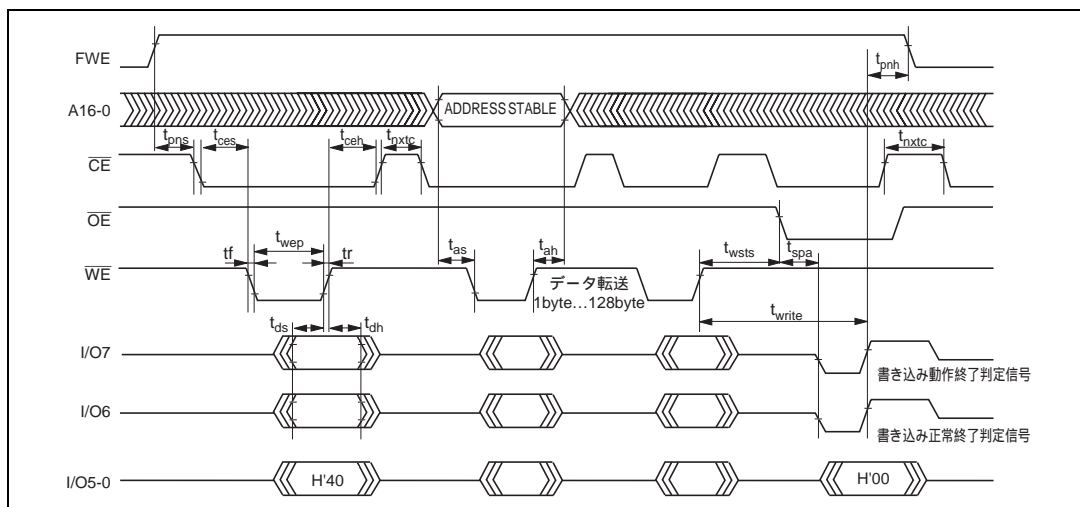

図 18.18 自動書き込みモードのタイミング波形
- (1) 自動書き込みモードでは、128バイト同時書き込みを行います。これは、バイトデータを128回連続で転送してください。
- (2) 128バイト以下の書き込みでも128バイトのデータ転送を行う必要があります。必要ないアドレスへのメモリ書き込みは、データをH'FFにして書き込みを行う必要があります。
- (3) 転送するアドレスの下位7ビットは、ロー状態にしてください。有効アドレス以外を入力した場合は、メモリ書き込み動作に移行しますが、書き込みエラーとなります。
- (4) メモリアドレスの転送は、第2サイクルで行います (図18.18)。第3サイクル以降では転送しないでください。
- (5) 書き込み動作中は、コマンド書き込みを行わないでください。
- (6) 書き込みは、各アドレスの128バイト単位のブロックに対して、1回の自動書き込みで行ってください。既に書き込まれたアドレスブロックへの2回以上の追加書き込みは行えません。
- (7) 自動書き込み正常終了の確認には、D6を調べることにより行います。または、ステータス読み出しモードを使用しても確認することができます (D7番のステータスポーリングは、自動書き込み動作終了判定用端子です)。
- (8) ステータスポーリングのD6、D7端子情報は、次のコマンド書き込みまで保持されます。次のコマンド書き込みが行われていなければ、 \overline{CE} 、 \overline{OE} をイネーブルにすることにより読み出し可能となります。